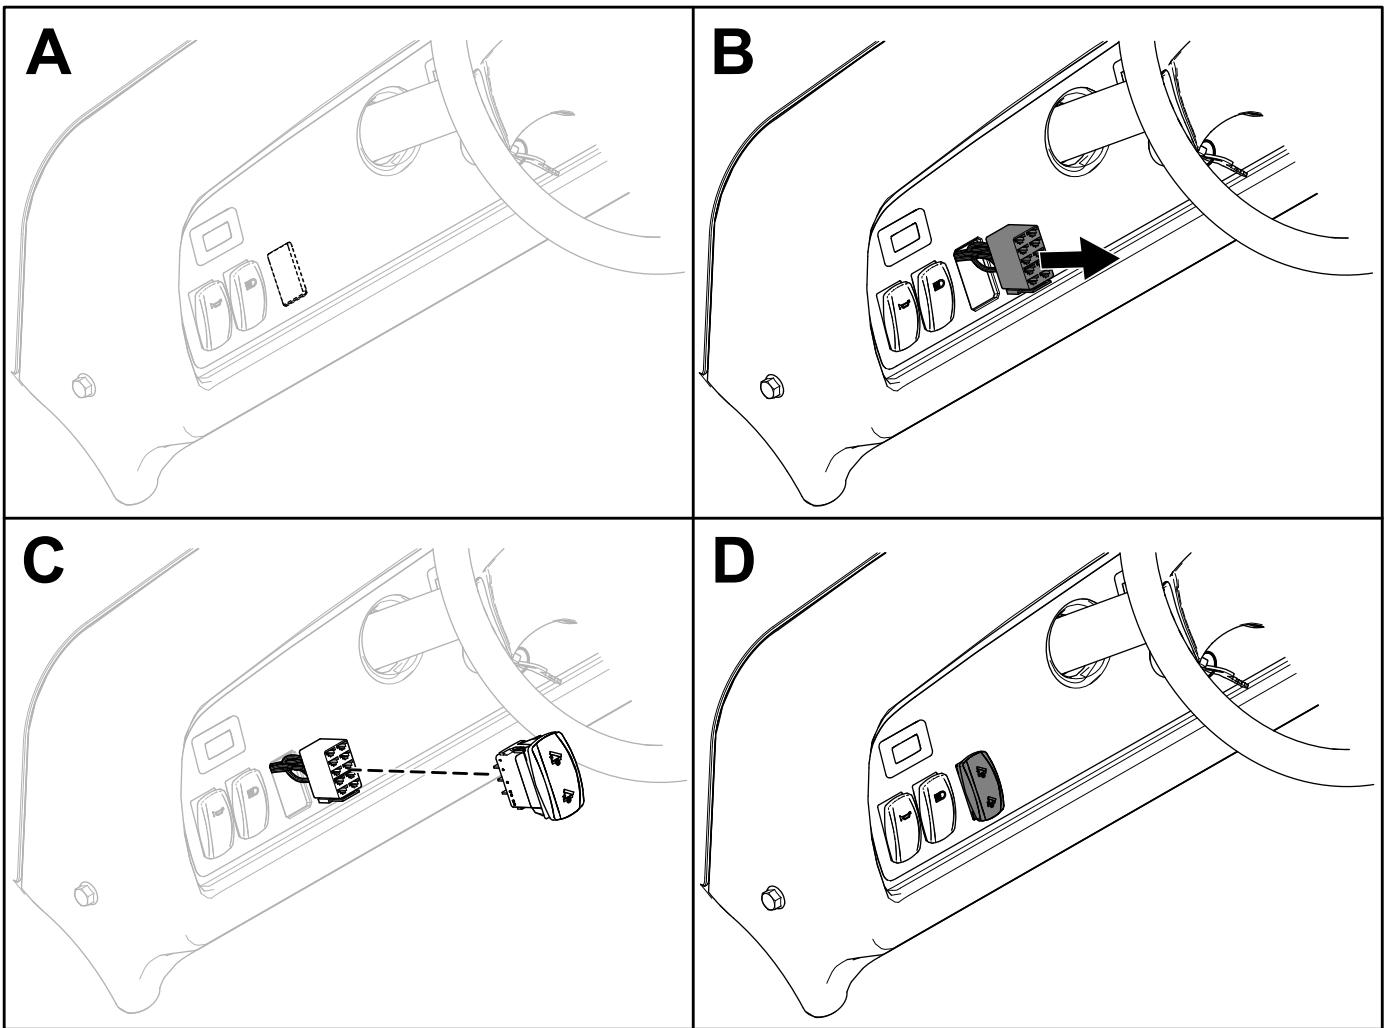

图 8
1. 在仪表板贴上挖出适用于开关的开口 图 8 的 A 框。
2. 通过仪表板开口安装开关接头 图 8 的 B 框。
3. 将开关安装到开关接头 图 8 的 C 框。
4. 确保开关的朝向是正确的 图 8 的 D 框。